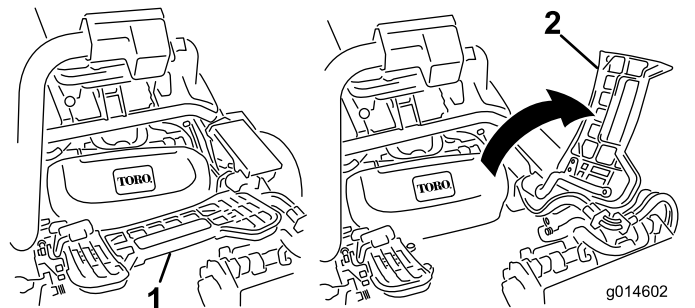

Figure 51
1. Relevez le repose-pieds pour accéder à la position de l'unité de coupe centrale (Figure 51).